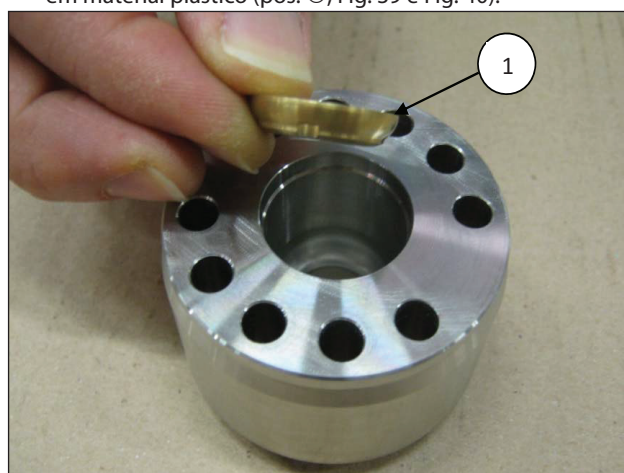
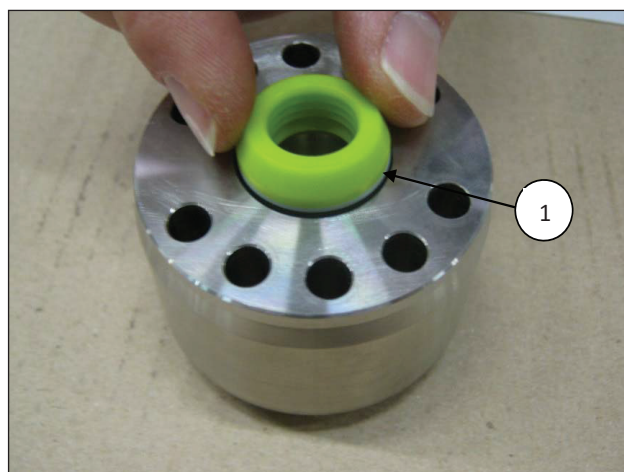
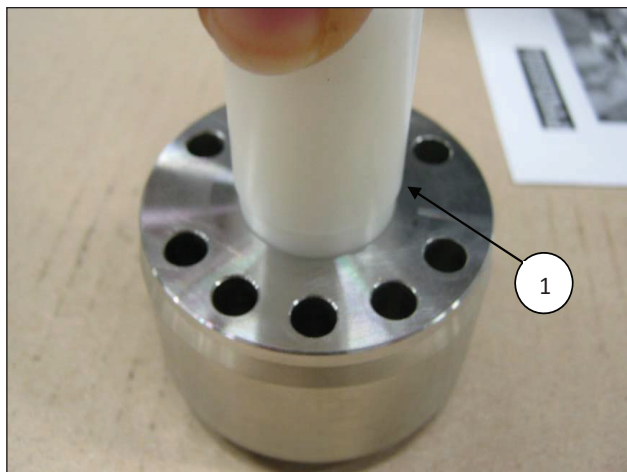

Fig. 38
Fig. 39
Fig. 40
- Introduza no suporte das juntas de vedação de H.P. O anel da cabeça (pos. ①, Fig. 38) e depois o pacote de H.P. (alta pressão), dada a pequena interferência entre a vedação e o suporte das juntas de vedação de H.P., para evitar eventuais danos, aconselha-se o uso de um tampão em material plástico (pos. ①, Fig. 39 e Fig. 40).
O vedante de H.P. deve ser introduzido no suporte, conforme indicado na Fig. 39 e Fig. 41.